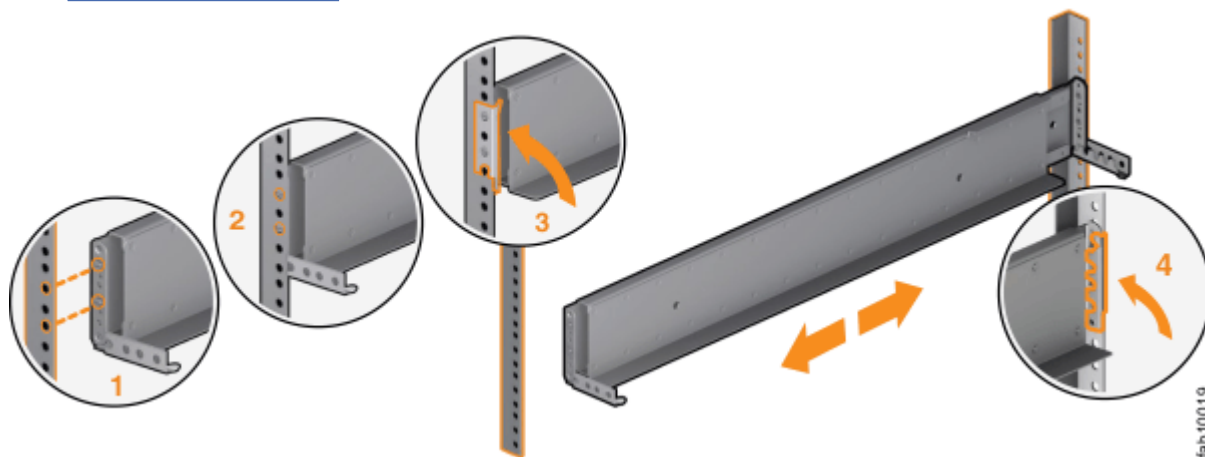

Рисунок 39. Закрытие скоб
(См. Рисунок 39 на стр. 34.)
- (См. Рисунок 39 на стр. 34.)